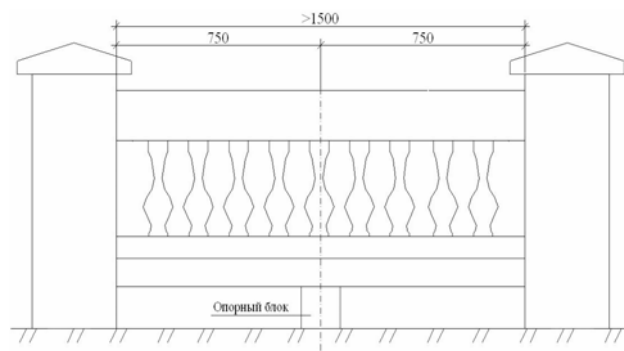

Рис. 13
**ВНИМАНИЕ:** При монтаже перил длиной свыше 1,5м, необходимо установить опорный блок (См. Рис.13)